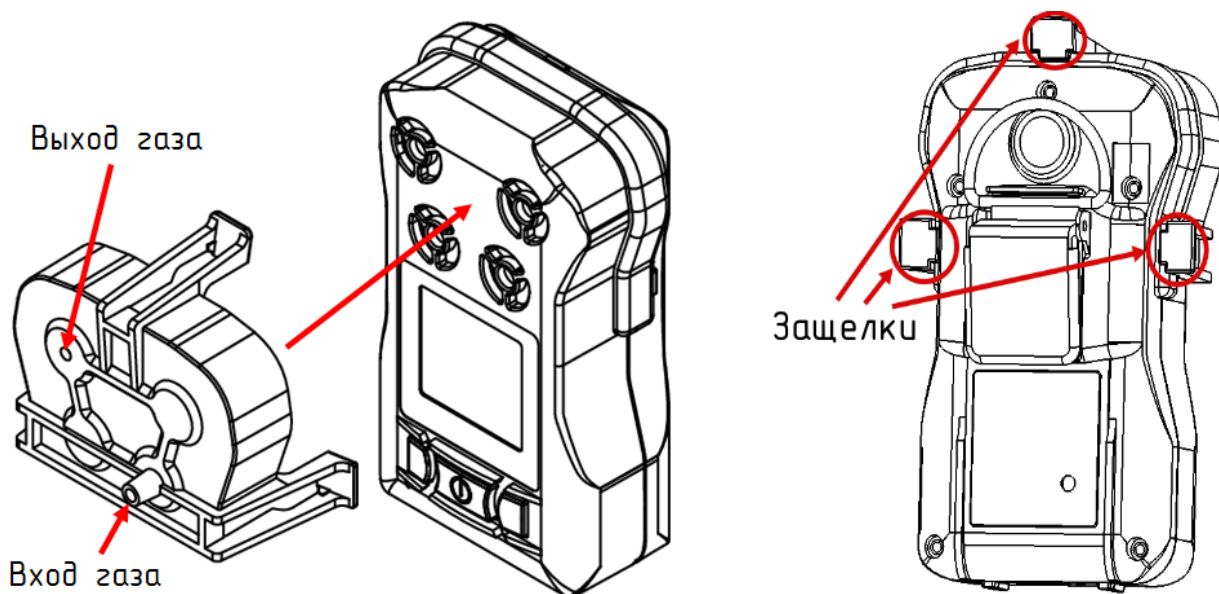

Рисунок 22 – Подсоединение насадки к прибору
3.8.2 К прибору присоединить насадку для градуировки, зафиксировать защелки до появления щелчка (рисунок 22).